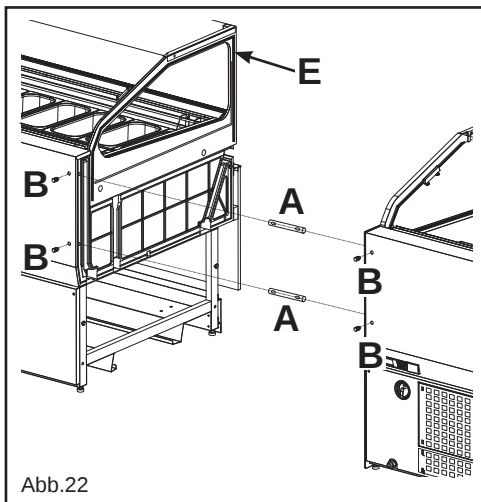

Abb.22
- Kleber entlang der Kante des Glases Klebstoff Dichtung (Abb.22 pos.E). Die Dichtung ist serienmäßig im Beipack.